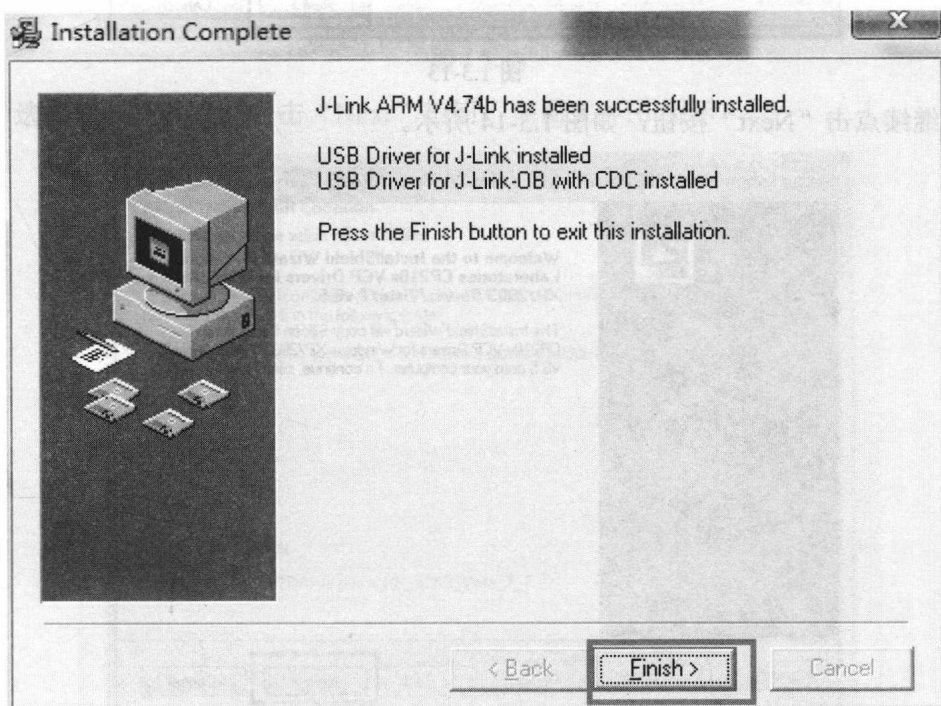

图 1.3-12
(7) 点击“Finish”按钮，完成 Jlink 的安装，如图 1.3-12 所示。